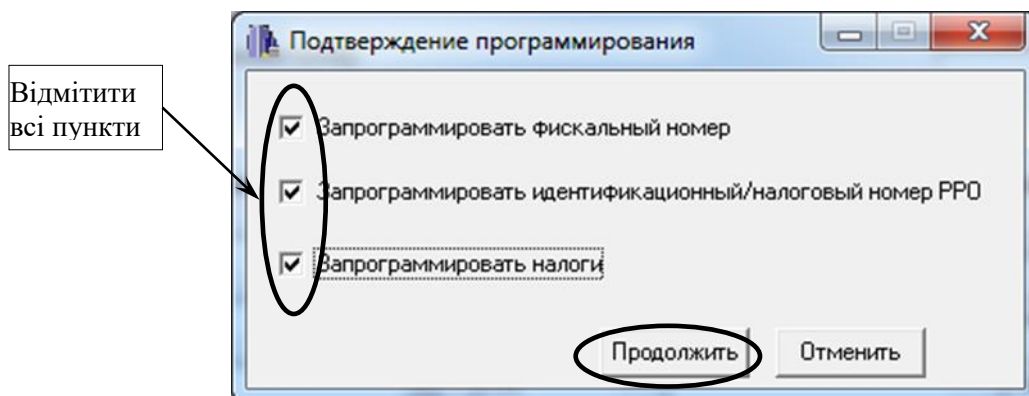

Рисунок 21
5.7 Натиснути на кнопку «Запрограммировать». У вікні, що з'явилося відмітити всі пункти (рисунок 21). Натиснути кнопку «Продолжить».